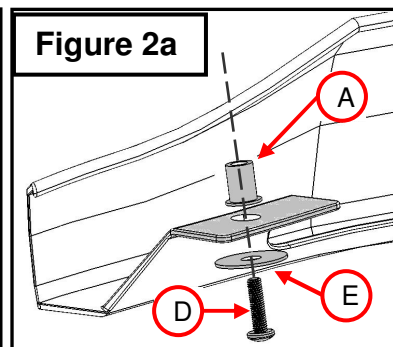

Figure 2a
(Fig. 2a & 2b)
3. Instale las piezas provistas en el kit en el deflector. (Fig. 2a y 2b)
3. Installez la quincaillerie fournie sur le protecteur. (Fig. 2a & 2b)